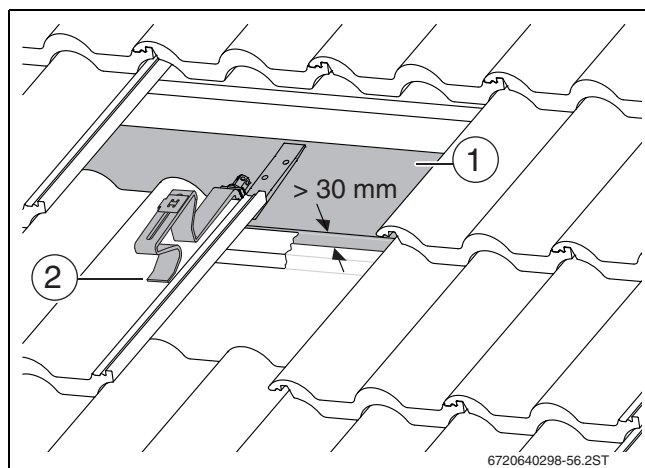

Fig. 44 Anclaje fijado a tabla de madera
- ▶ Si es necesario, fijar tablas/maderas con capacidad de carga suficiente (→ fig. 44 [1]). Si es necesario, retirar el contrarripado de esta zona
- ▶ Colocar el apoyo delante (→ fig. 44 [2]) sobre las tejas de manera que el apoyo quede en un valle de onda con carga.